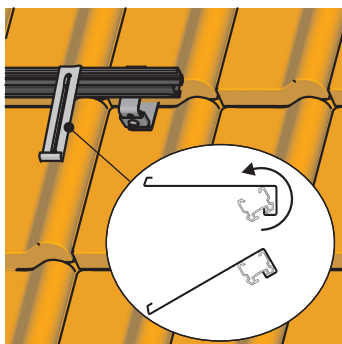
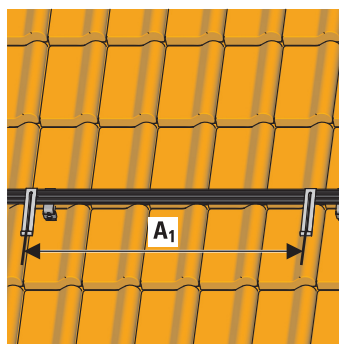

Bild 3-15 Kollektorsicherungshaken montieren
Bild 3-16 Kollektorsicherungshaken positionieren
1. Kollektorsicherungshaken senkrecht zur Kollektorauflagefläche, im jeweils für den Kollektortyp angegebenen Abstand, in die Führungsnut des unteren Montageprofils einhängen und nach unten kippen. Die Sicherungshaken lassen sich nach dem Einhängen in seitlicher Richtung verschieben (siehe Bild 3-15 und Bild 3-16).